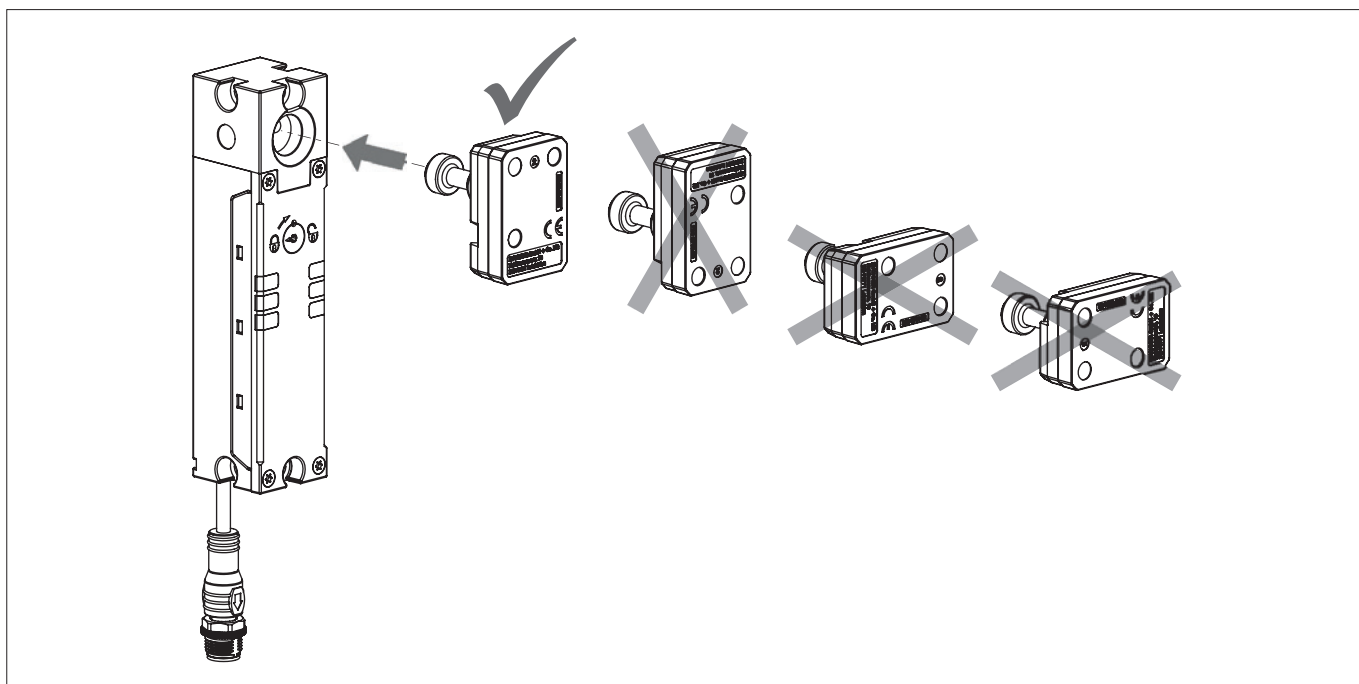

Fig. 2 : Orientation actionneur
- L'actionneur et l'interrupteur de sécurité doivent être disposés de manière à ce que l'actionneur soit inséré verticalement et complètement dans l'interrupteur une fois le protecteur fermé (voir Fig. 2). Si le montage n'est pas conforme, la fonction d'interverrouillage n'est pas garantie.